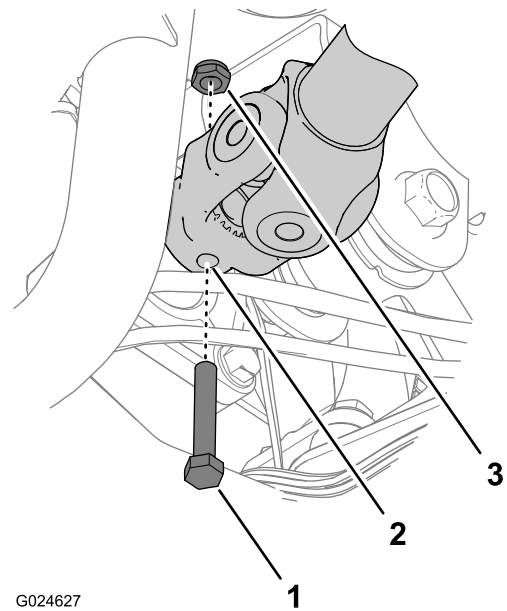

Figura 30
- Instale o parafuso (5/16 x 1-7/8 pol.) através dos furos na forquilha e veio e prenda o parafuso com a porca de bloqueio (5/16 pol.) como se mostra na Figura 30.